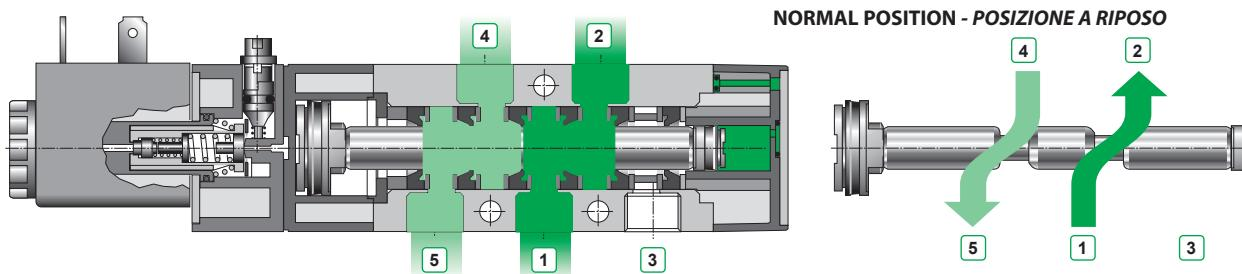

fig. 1
*Il principio di funzionamento del distributore 5/2 (nell'esempio la valvola a comando elettropneumatico e riposizionamento a molla pneumatica **E52W1S018 - 02450**) consiste nel mantenere costantemente in pressione il pistone di riposizionamento (fig. 1), utilizzando la fonte d'aria compressa presente nel condotto di alimentazione 1, collegando le vie 1- 2 e 4 - 5.*